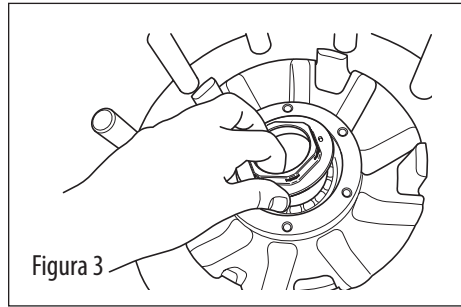

Figura 3
3. Coloque la tuerca de husillo y la arandela contra el balero externo (vea la figura 3).